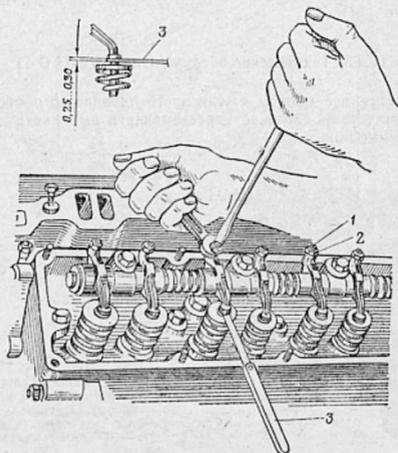

Рис. 126. Регулировка зазора между клапаном и коромыслом:
2. Подтяните болты крепления головок блока цилиндров (в течение первых 6000 км пробега автомобиля работу выполняйте при каждом ТО-1, в дальнейшем — через одно ТО-1). После затяжки всех болтов дополнительно затяните болты 1 (рис. 15), 2, 3, 4 и 5. После каждой подтяжки болтов крепления головок блока цилиндров проверьте зазоры между клапанами и коромыслами и при необходимости отрегулируйте их (рис. 126).